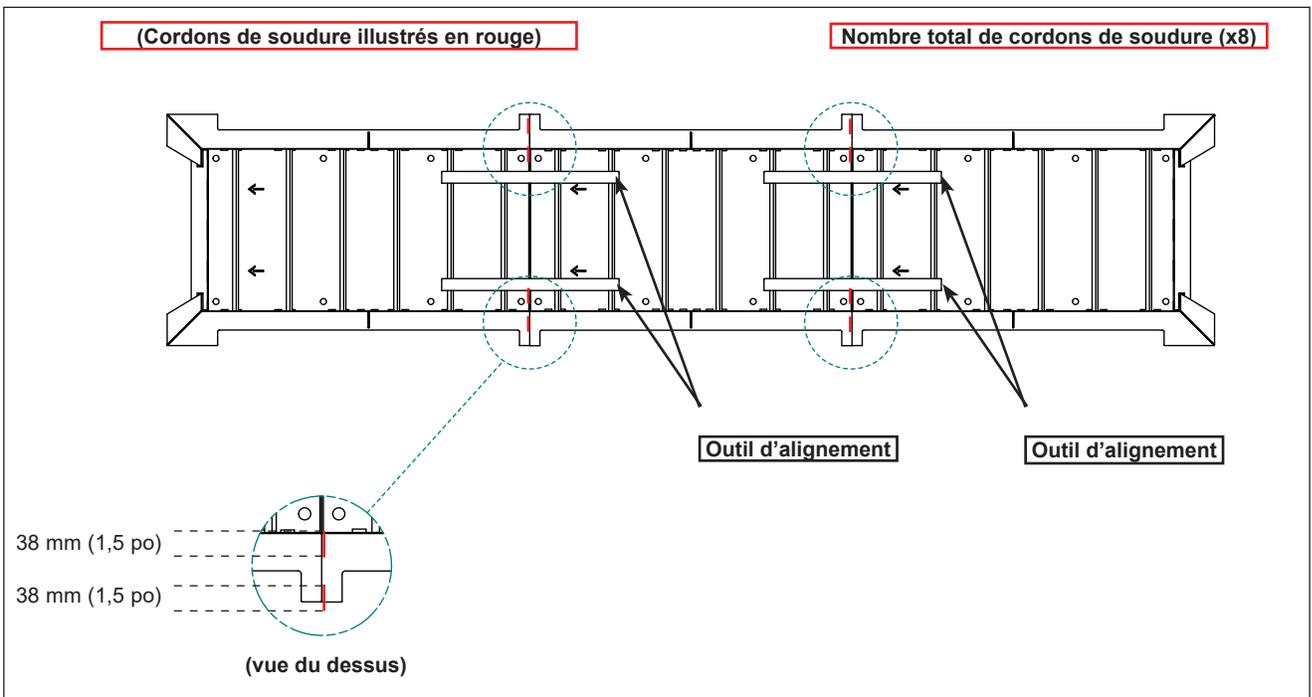

Figure 23
1. Mettre les plaques de roulage provisoirement en place en respectant les distances entre les éléments, à l'aide des outils d'alignement fournis. Voir **figure 23**.
5. Attacher les éléments de plaque de roulage l'un à l'autre par soudage à l'arc. Voir **figure 23** à la page 23.